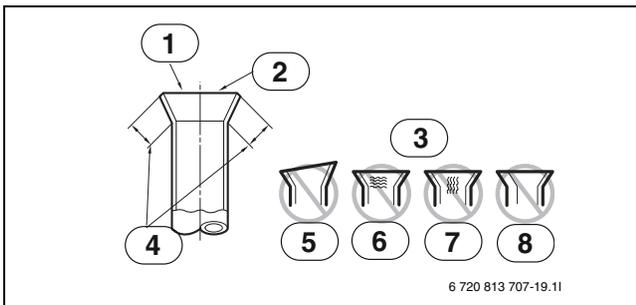

Bild 20
- Bördelverbindungen mit den Abbildungen vergleichen (→Abb. 20).